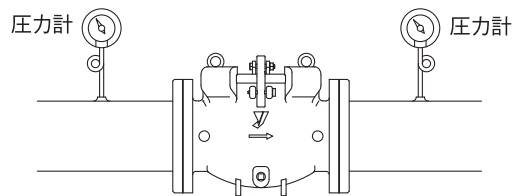

図1
- ①ストレーナの前後に圧力計を取付けると、差圧により目詰りの状態を知ることができます。(図1)